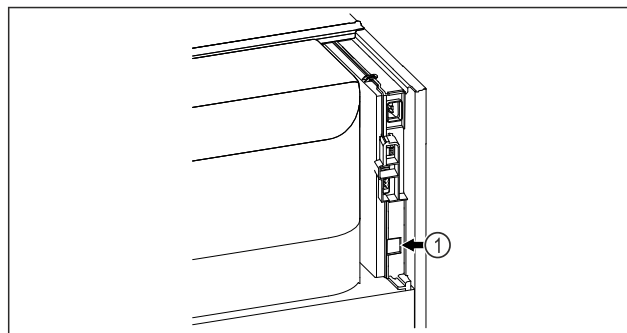

Fig. 179
- Je používán SmartModule Fig. 179 (1).